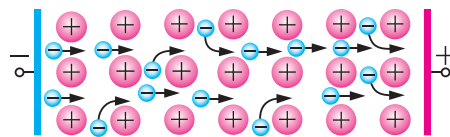

Рис. 194
**Природа электрического тока в металлах.** В металлических проводниках носители электрического заряда — свободные электроны. Под действием внешнего электрического поля свободные электроны упорядоченно движутся, создавая электрический ток (рис. 194). Электронная проводимость металлов была впервые экспериментально подтверждена немецким физиком К. Рикке (1845–1915) в 1901 г. Суть опыта Рикке заключалась в следующем: по проводнику, состоявшему из трёх отполированных и плотно прижатых друг к другу цилиндров — двух медных